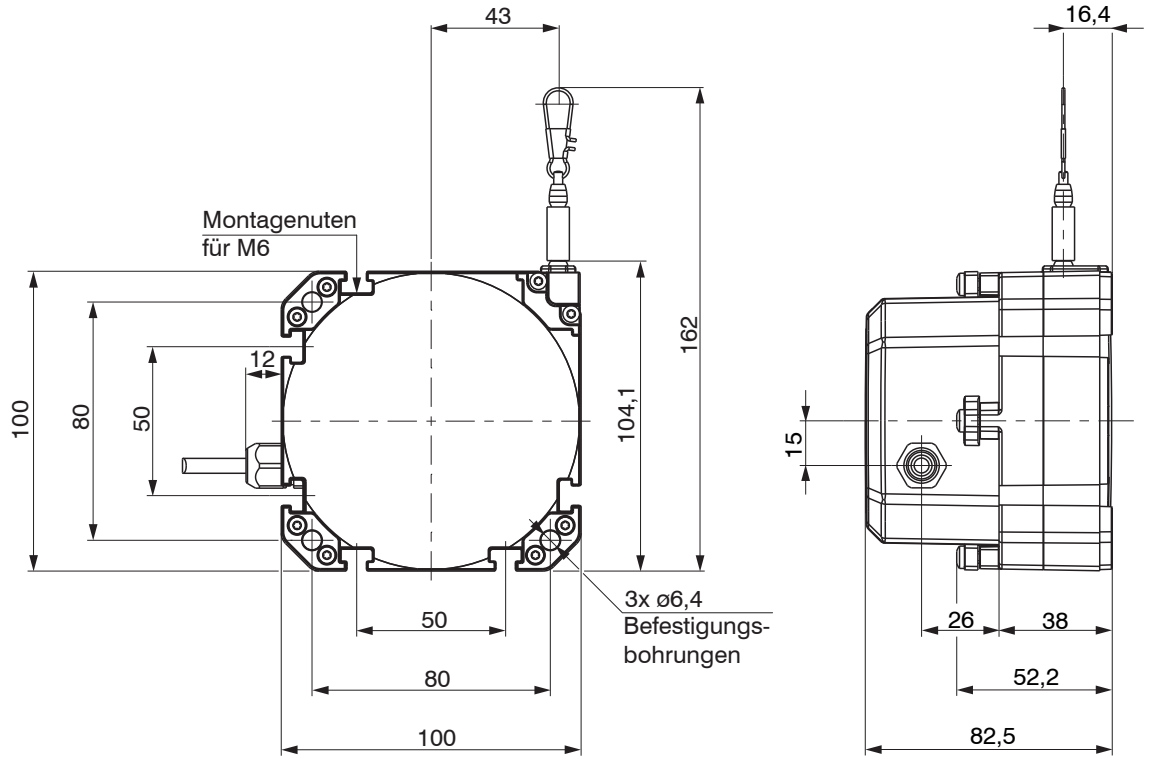
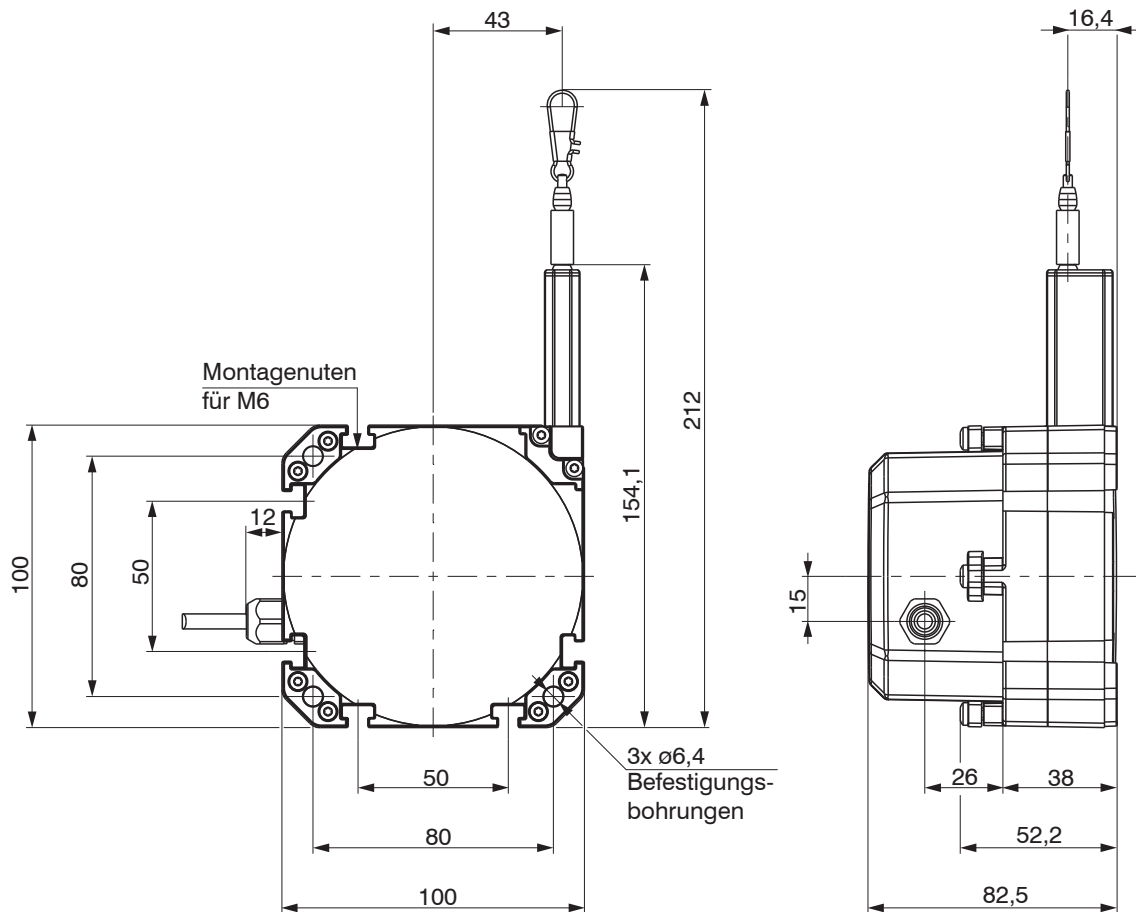

Abb. 2 Maßzeichnung WPS-1500-K100, WPS-2500-K100 Abmessungen in mm, nicht maßstabgetreu
Abb. 3 Maßzeichnung WPS-3500-K100, WPS-5000-K100, Abmessungen in mm, nicht maßstabgetreu
- ➡ Montieren Sie den Sensor entweder mit M6 Schrauben (Durchgangsbohrung) oder mit Nutensteinen (Montagenuten) gemäß den Angaben folgender Tabelle und gemäß folgender Abbildungen, siehe Abb. 2, siehe Abb. 3.